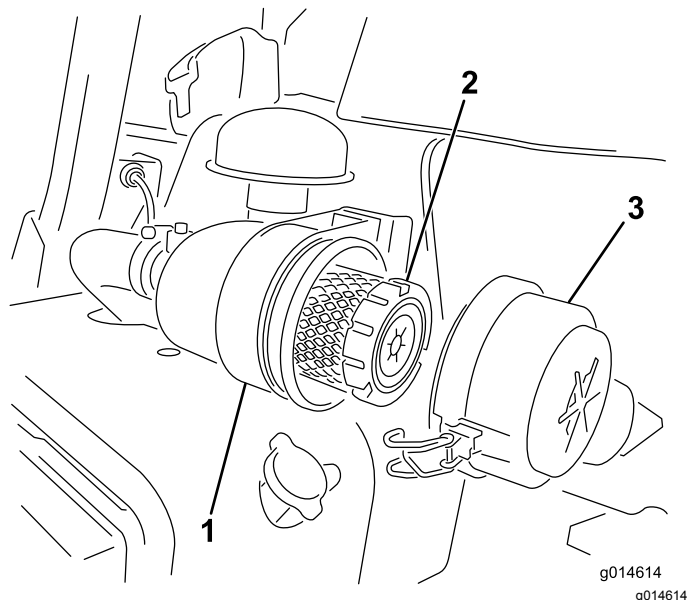

図 23
1. エアクリーナのカバーをボディーに固定しているラッチを外す 図 23。
- 7. ラッチをしっかりと掛ける 図 23。